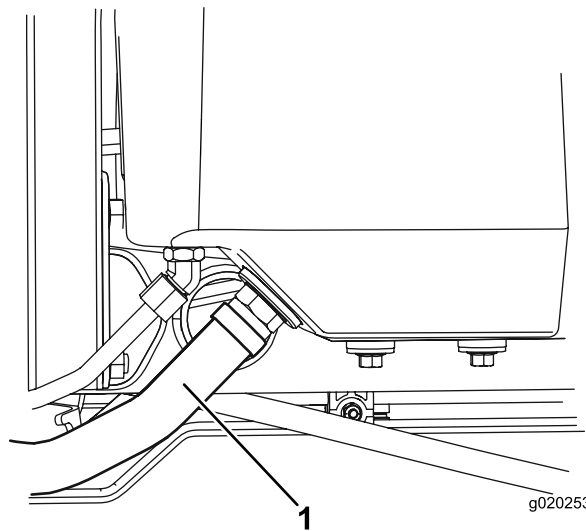

图 80
- 断开大液压软管 (图 80) 与油箱的连接让液压油流入放油盘。